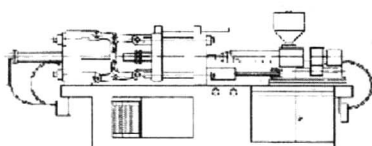

图 1-8
(8)用于塑料、橡胶、纺织、造纸等轻工行业(图 1-8)。如注塑机、橡胶压块机、纺织机、造纸机等。